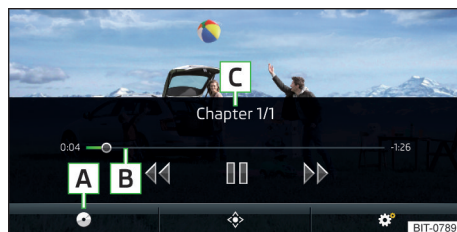

Fig. 183
Meniul principal » fig. 183
Derularea înainte/înapoi a videoclipului la momentul dorit	Atingerea axei de timp de redare B » fig. 183 la pagina 158
- ▶ Pentru **afișarea** meniului DVD, în meniul principal Video-DVD atingeți suprafața de comandă funcții ◆ » fig. 183 la pagina 158.